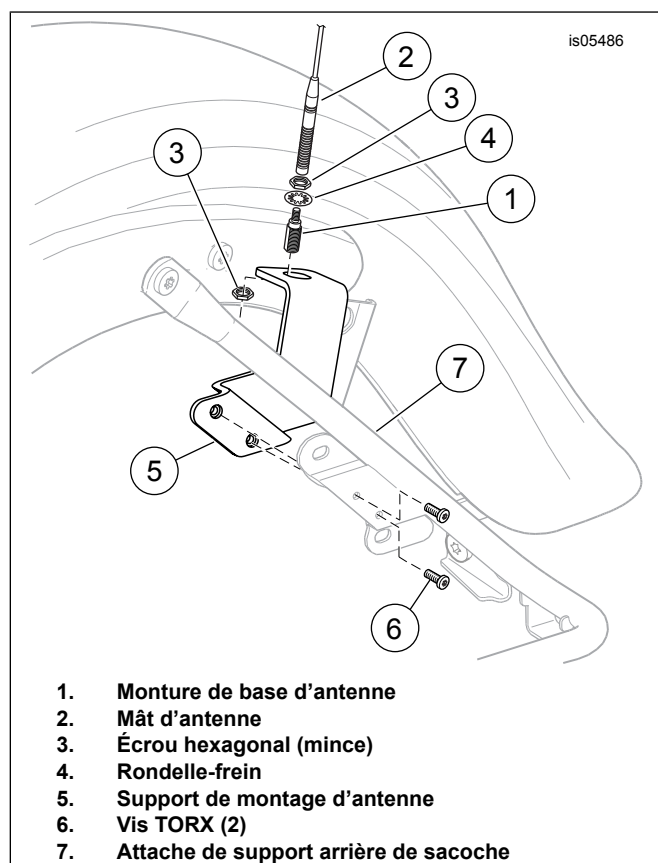
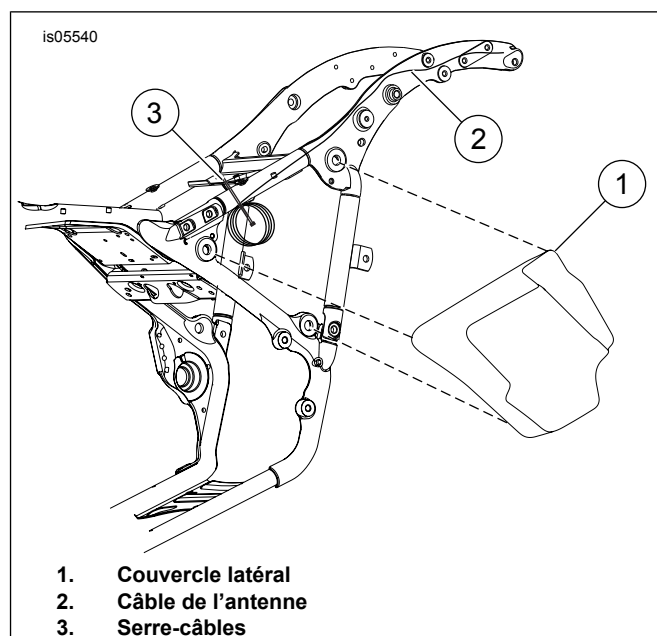

Figure 2. Support de montage d'antenne
Figure 3. Couvercle latéral et emplacement du serre-câbles d'antenne
1. Voir Figure 2. Placer le support d'antenne (5) comme indiqué du côté intérieur de la barre de support de sangle inférieure. Installer les vis (6). Serrer les vis à un couple de 2,5 N·m (22 in-lbs).
2. Installer la rondelle-frein à dents intérieure (4) sur le grand filetage de la base d'antenne (1), sous l'écrou hexagonal supérieur (3). Introduire la base d'antenne à travers le trou dans le support de montage d'antenne.
3. Poser l'écrou hexagonal inférieur (3) sur le filetage de la base d'antenne. Serrer l'écrou inférieur à un couple de 8 N·m (6 ft·lbs).
4. Voir Figure 3. Déposer délicatement le couvercle latéral gauche (1) en le tirant des tubes de cadre.
6. Enrouler l'excès de câble/fil d'antenne (2). Utiliser un serre-câbles long (3) pour attacher le câble au cadre sous le couvercle latéral gauche (1) avec le faisceau de fils du véhicule.
9. Voir Figure 2. Installer de façon sécurisée l'ensemble du mât d'antenne (2) sur la base d'antenne (1).
4. Voir Figure 3. Installer le couvercle latéral gauche (1).